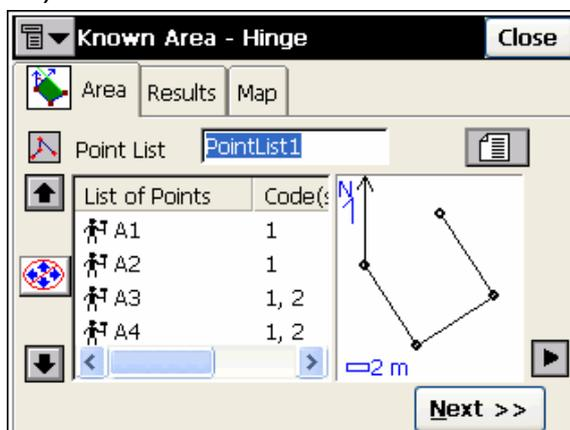

Рисунок 8-12. Вычисление многоугольника по его площади - подбор точки - первая вкладка "Площадь"
1. Выберите список точек. Измените порядок точек необходимым образом с помощью кнопок со стрелками, после чего нажмите **Next** (Далее) (рис. 8-12).